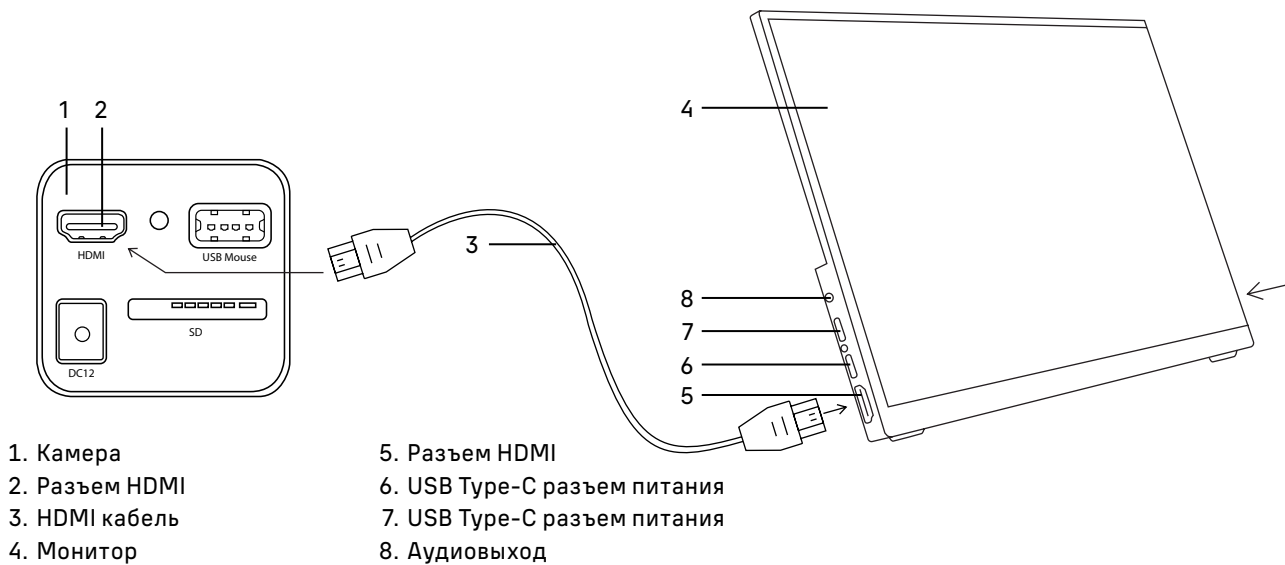

Рис. 6. Использование монитора
- Включите монитор нажатием нижней кнопки на боковой панели, как указывает стрелка (не показано на рис. 6).